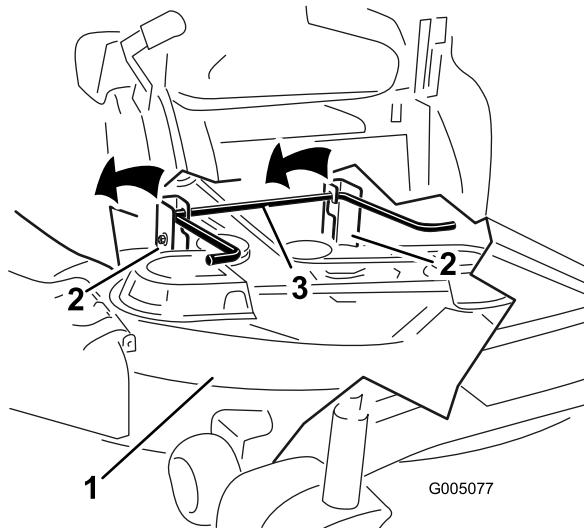

Figure 57
5. Soulevez et déposez le tablier de coupe et les supports de la tige de levage arrière et abaissez le tablier au sol avec précaution (Figure 57).